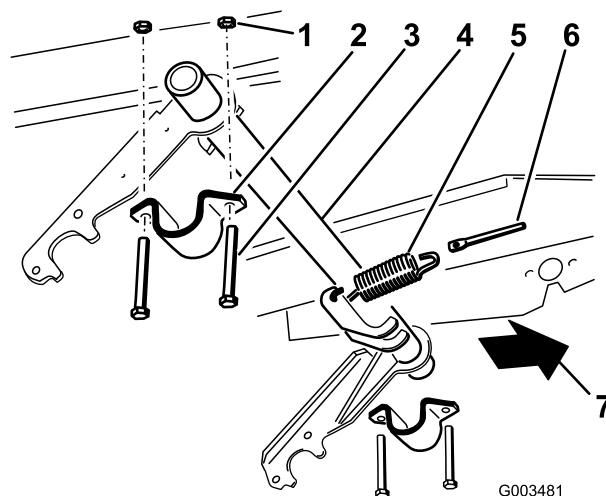

Figura 5
1. Collegate la molla di trazione a una delle leve presenti sul tubo orientabile e alla relativa asta (Figura 5).
2. Montate, senza serrarla, la staffa del tubo orientabile sul lato destro (Figura 5).
3. Fate scorrere l'estremità destra del tubo orientabile nella relativa staffa di destra (Figura 5).
5. Sollevate il lato sinistro del tubo orientabile, avvicinandolo al telaio, e montatelo con una staffa mediante 2 bulloni (3/8 x 3 poll.) e 2 dadi di bloccaggio (3/8 poll.) (Figura 5).